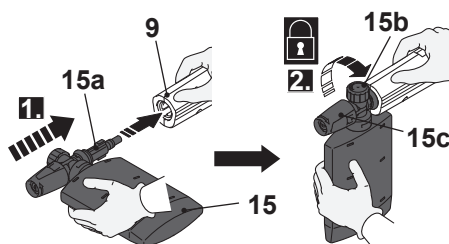

Fig. 13
2. Alinhe e insira as linguetas (15a) do depósito de sabão (15) com as ranhuras da porta de ligação da pistola pulverizadora (9) (Fig. 13, passo 1).